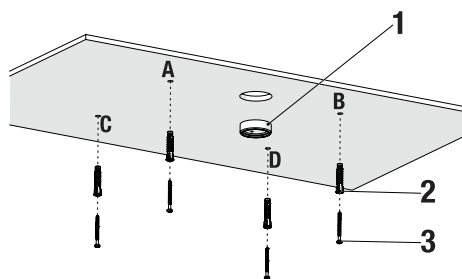

Abb. 7
2. Setzen Sie die 4x Ø10mm Kunststoffdübel in die von Ihnen gebohrten Befestigungslöcher ein (Abb. 7/2) und schrauben die 4 Schrauben 5,5x60 in die Dübel (Abb. 7/3). (Abb. 7 / 2 ).